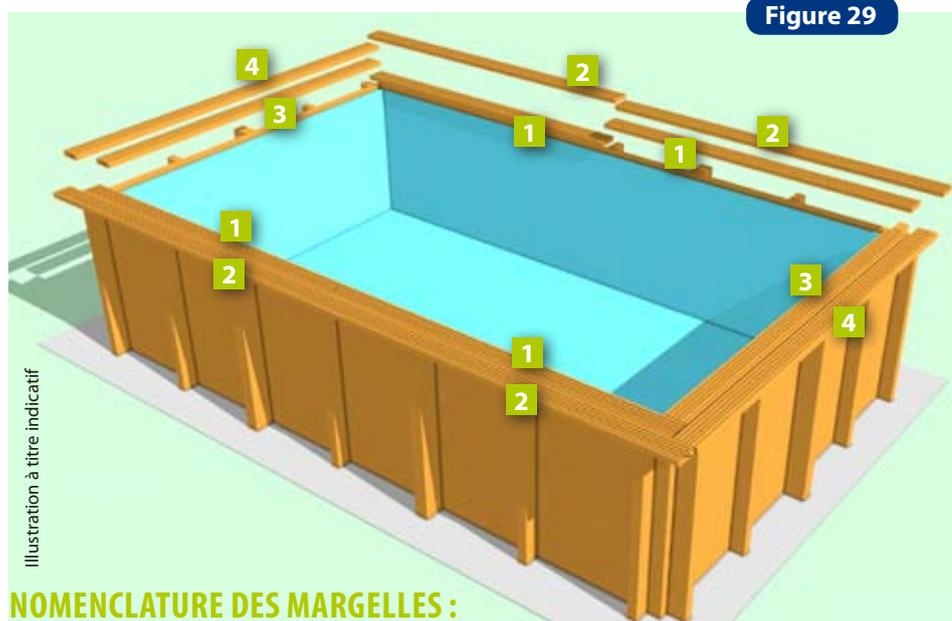

Figure 29
La margelle est composée de 2 lames (une intérieure, une extérieure) à répartir selon la figure 29.
- Avant de fixer la margelle, procédez à un positionnement de toutes les lames à blanc (sans les visser) afin de répartir uniformément les jeux (figure 29).